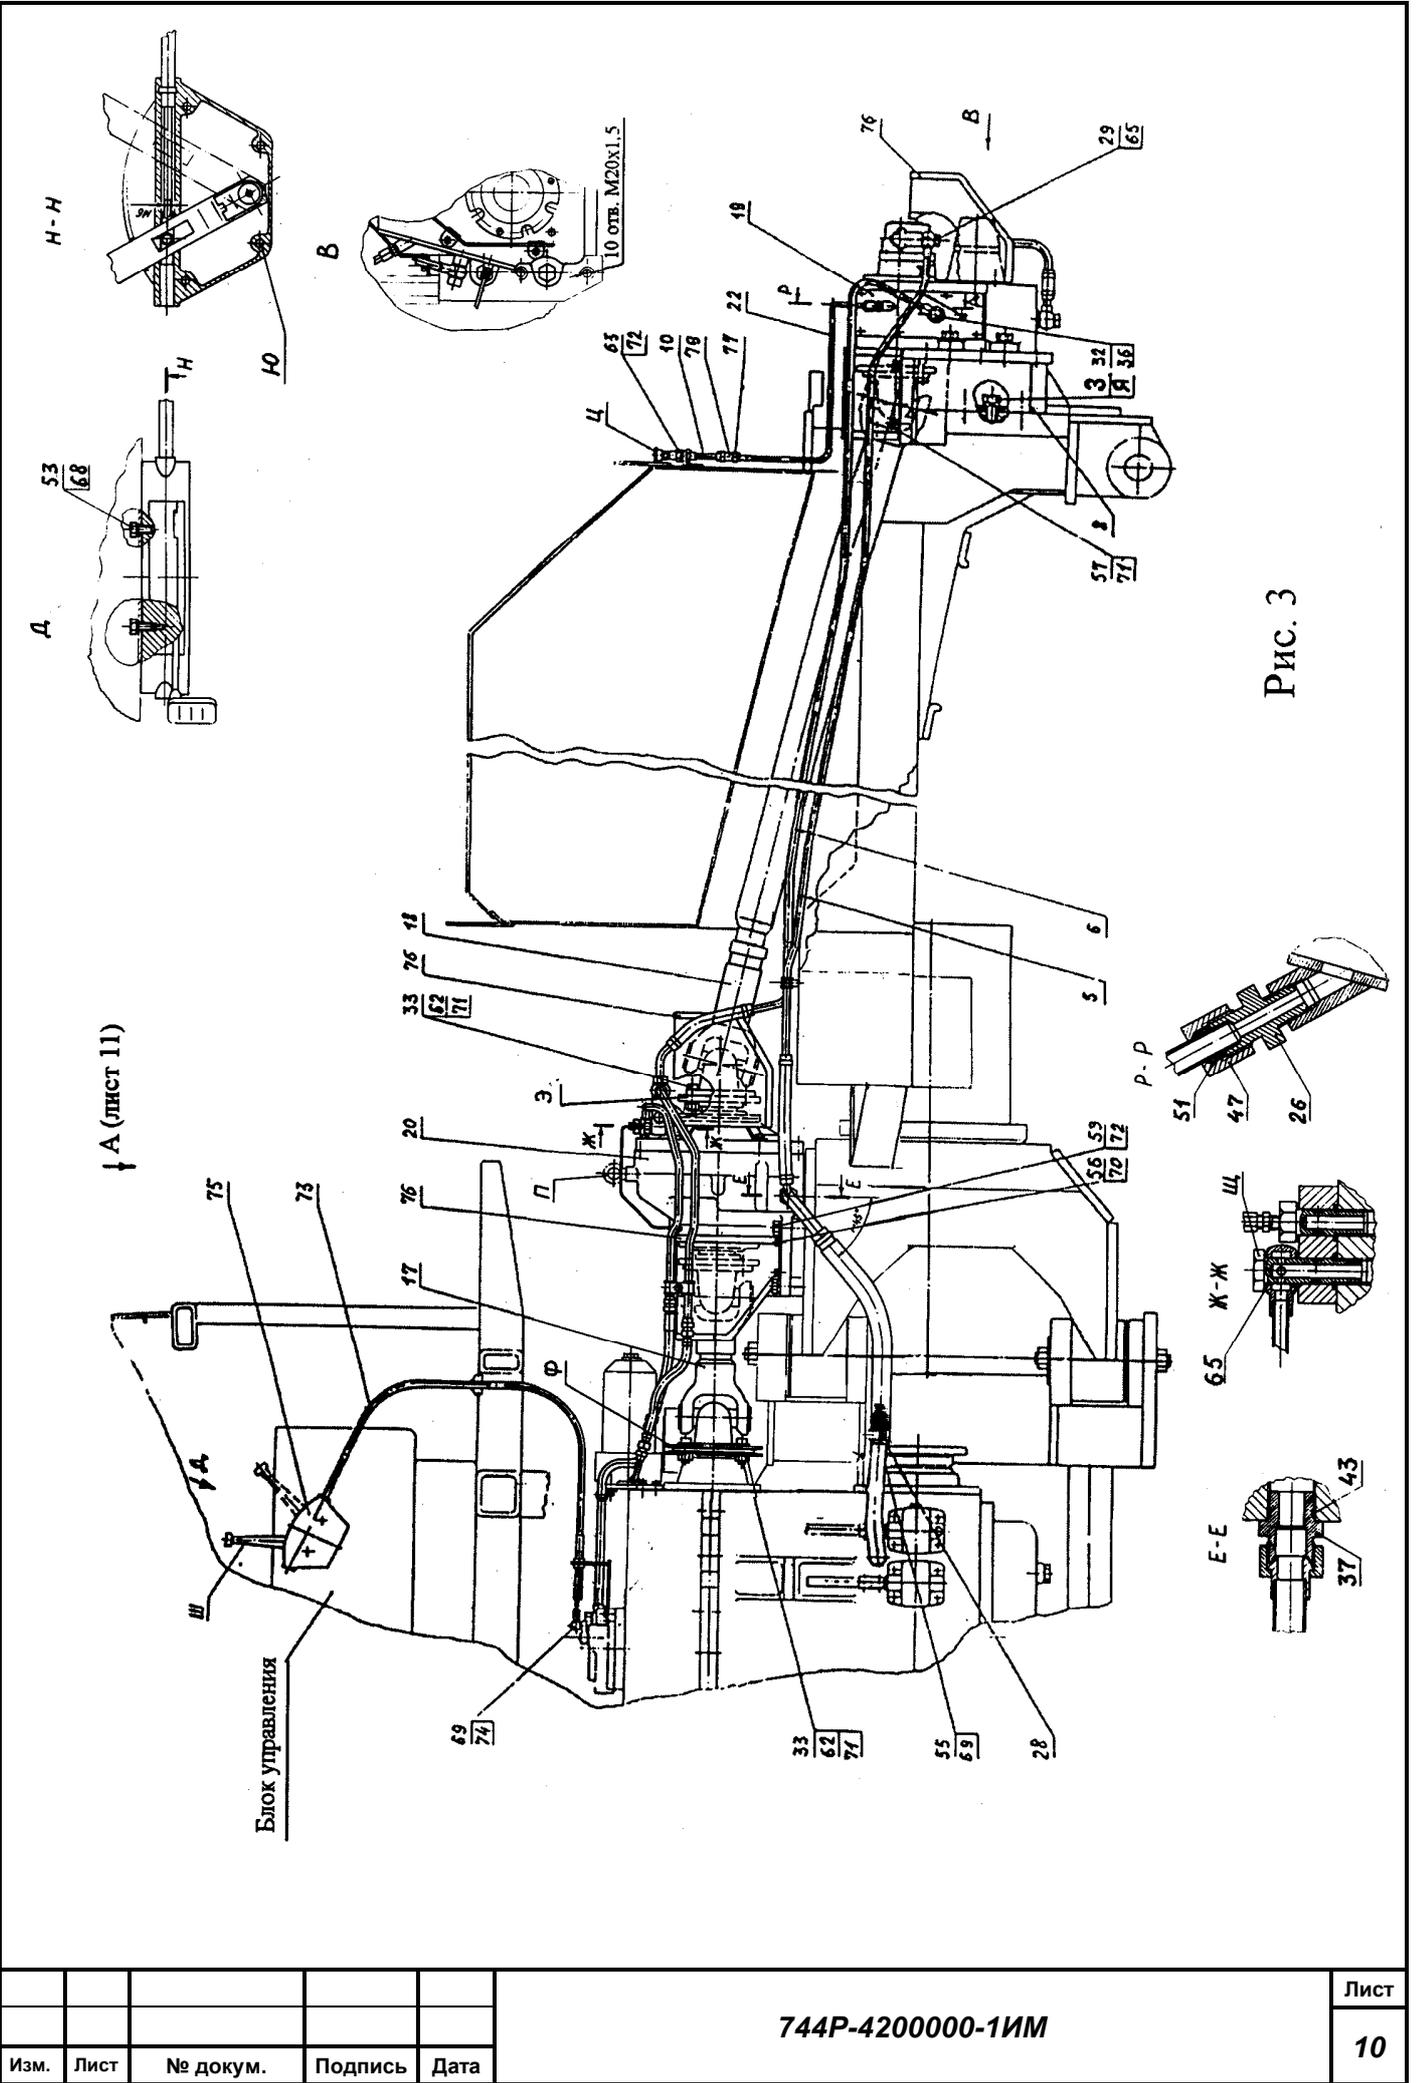

Рис. 3
3.2.2 Производить сборку и монтаж МОМа на трактор в соответствии с рис. 3, 4. Номера позиций на чертеже соответствуют порядковым номерам перечня (листы 2...4).
– демонтировать основание 744P-2800060-01 и на его место установить основание поз. 8 (рис. 3), закрепив его штатными болтами "З" с шайбами "Я". Момент затяжки болтов 45^{+5} кг·м;